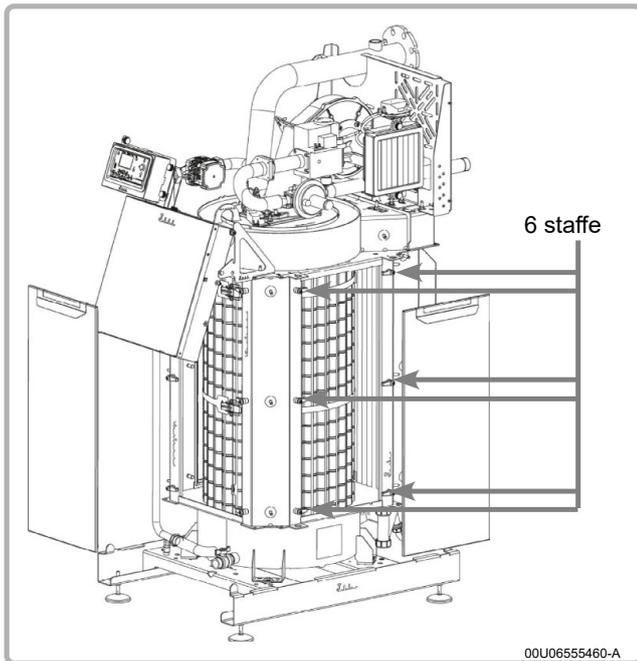

figura 31 - Smontaggio delle porte dello scambiatore
- Rimuovere le guarnizioni dalle scanalature e sostituirle con le guarnizioni nuove contenute nel kit di manutenzione (vedere figura 31).